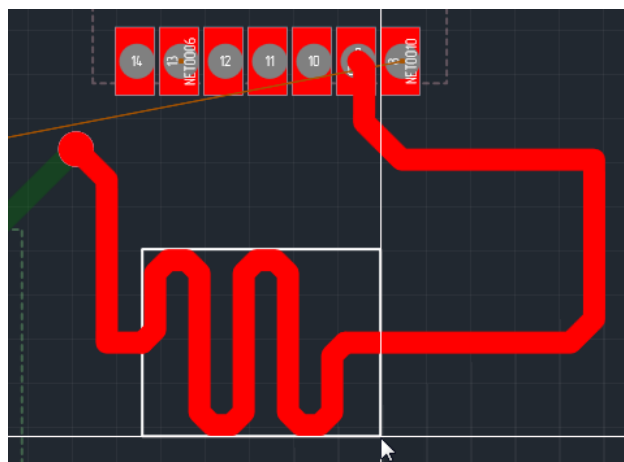

Рис. 213 Область размещения меандра
4. Переместить курсор, формируя область размещения меандра, которая обозначается прямоугольником с белыми линиями, см. Рис. 213. При перемещении курсора отображается возможный вид меандра.